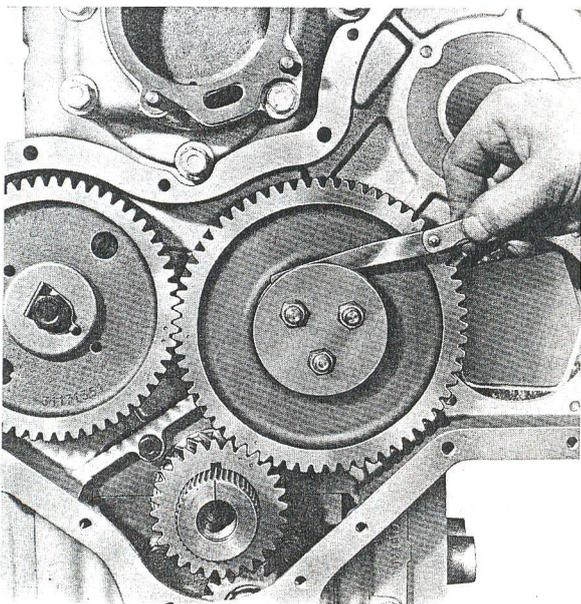

Fig. L3 — Vérification du jeu latéral du pignon fou.
5. Remonter la plaque de retenue du pignon fou sur ses goujons, et la fixer à l'aide des trois écrous indesserrables au couple de 2,7 à 3,2 m.da N. Vérifier le jeu latéral du pignon fou (fig. L3). Il doit être compris entre 0,08 et 0,18 mm. Le jeu maximal admissible réparation est de 0,25 mm.